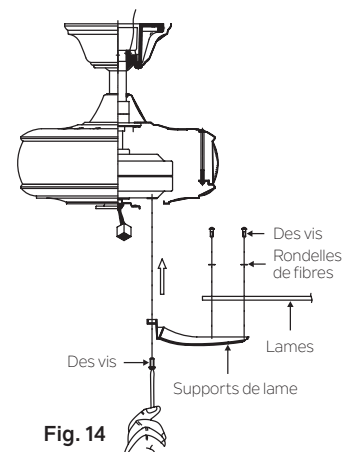

Fig. 14
Étape 1. Fixez une lame sur un support de lame à l'aide des vis et des rondelles en fibre fournies. (Fig. 14)
Étape 2. Fixez chaque lame au moteur à l'aide des vis de montage "Préinstallées" dans le support de lame. (Fig 14)